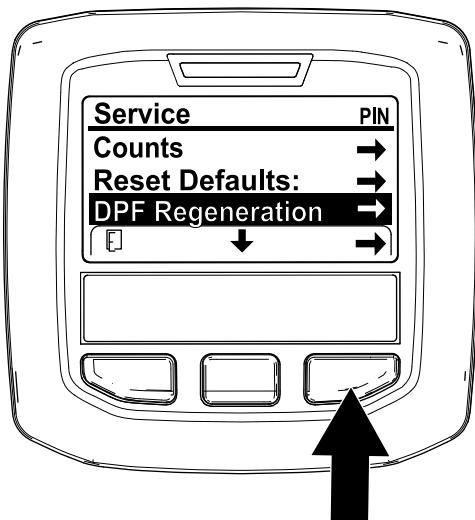

Figura 40
- Vaya al menú Mantenimiento, y pulse el botón central para desplazarse hacia abajo a la opción REGENERACIÓN DEL DPF (Figura 40).
- Pulse el botón derecho para seleccionar la opción Regeneración del DPF (Figura 40).